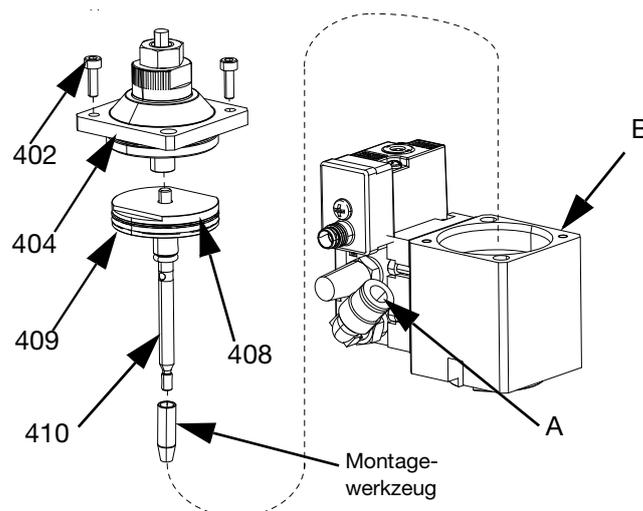

ABB. 23
4. Zur Montage des Luftzylindergehäuses (B) bei Ventilen mit Rücksogdüsenbaugruppen:
- a. Den O-Ring (408) des Kolbens austauschen, wenn er zerkratzt, geschnitten oder verschlissen ist. Siehe ABB. 23
- b. Den blauen anaeroben Klebstoff im Lieferumfang an den Gewinden der Kolbenstange (410) auftragen.
- c. Die Kolbenstange (410) in den Kolben (409) schrauben.
- d. Die Schlüsselflächen des Kolbens (409) in einen Schraubstock einspannen. Einen Inbusschlüssel in das Loch in der Kolbenstange (410) stecken. Mit 0,9-1,1 N•m (8-10 in-lb) festziehen. Die Mutter (417) auf der Kolbenstange platzieren und auf ein Drehmoment von 2,7 bis 4,1 N•m (24 bis 36 in – lbs) festziehen.
- e. Die Kolbenbaugruppe mit dem montierten Montagewerkzeug durch den O-Ring unten am Luftgehäuse (B) einsetzen.